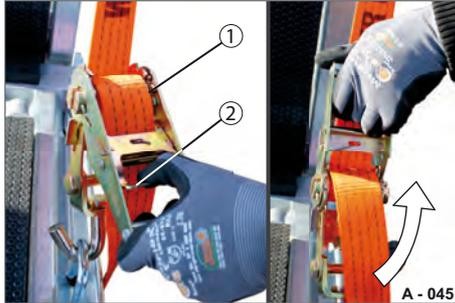

Abb. 64 Spanngurt lösen
- ▶ Hebel (Abb. 64/2) drücken und gleichzeitig die Ratsche (Abb. 64/1) nach oben ziehen.